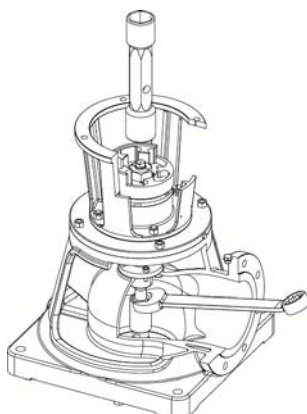

Figure 13
- Placer une clé plate **O** sur les méplats du manchon en la retenant par une cordelette et une clé à tube **P** sur l'écrou de réglage (fig. 13). En maintenant **O** immobile, faire tourner **P** pour visser et soulever l'arbre de transmission.